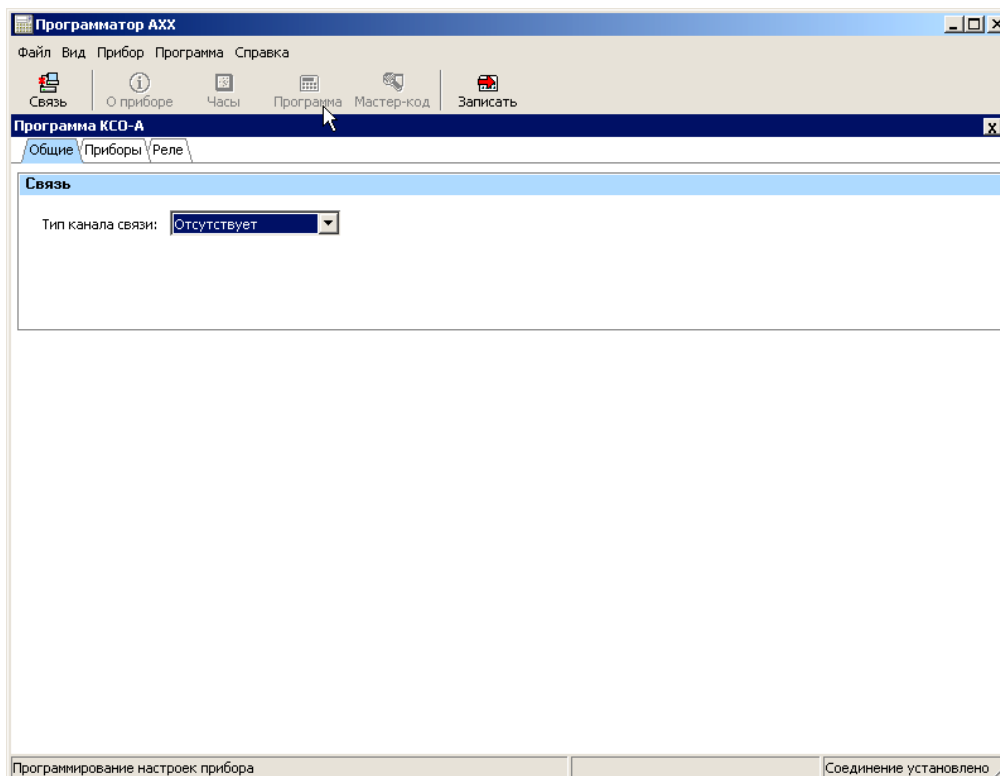

Рисунок 8 – Просмотр и редактирование конфигурации модуля процессорного КСО-А
2.3.1.4.2 Конфигурация модуля процессорного КСО-А содержит следующие программные страницы, рисунок 8: